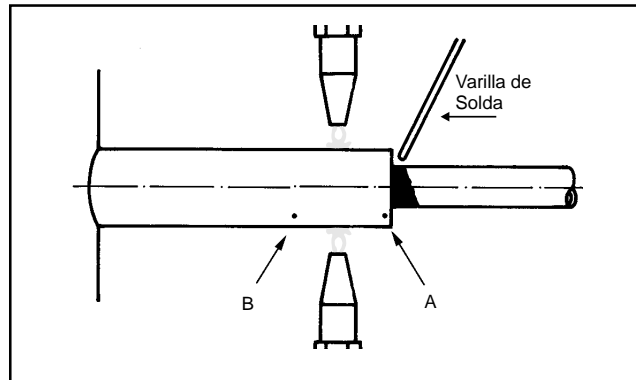

FIG. 9
3.1.2.5 Así que el material de adición funda, movimiente el soplete del punto A al punto B y viceversa, hasta que la solda penetre entre los tubos (Fig. 9).
3.1.2.8 En caso de sospecha o identificación de poros, caliente nuevamente movimentando el soplete del punto A al punto B y viceversa (ver Fig. 9). Si necesario, acrecente lo mínimo posible de material de adición.
3.2.3.5 En caso de sospecha o identificación de poros, caliente nuevamente movimientando el soplete del punto A al punto B y viceversa (ver Fig. 9). Si es necesario, acrecente lo mínimo posible de material de adición.